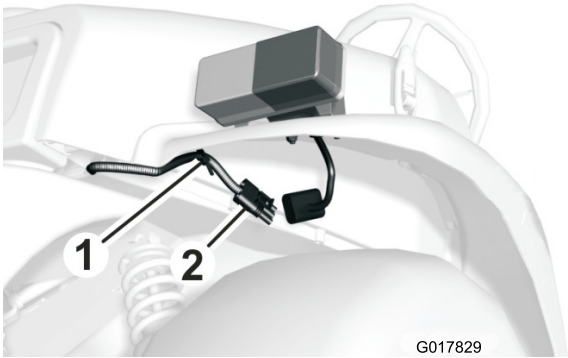

Figure 7
- 3. Faites passer le connecteur sous l'aile avant et fixez-le sur le dessous de l'aile avec l'ancrage en plastique situé sur le faisceau de câblage (Figure 7).